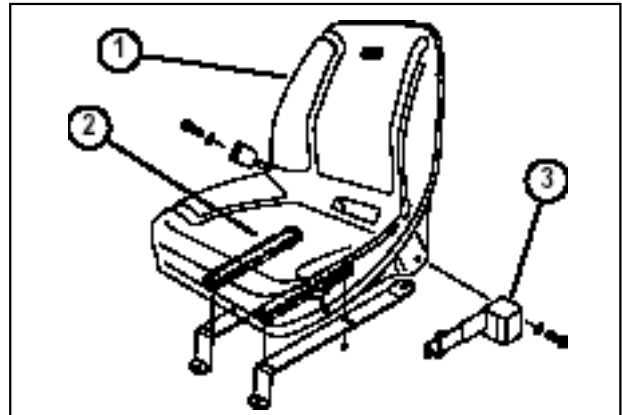

図 5
2. シート・ストラップをシート・アジャスタに取り付ける (図5: 標準シートの場合にはフランジ・ナット4個を使用、デラックス シートの場合はキャップスクリュー、平ワッシャ、フランジ・ナット各4個を使用、いずれもシート・キットの付属部品)。
3. 座席左右の穴に、それぞれシートベルトを取り付ける (図5: 標準シートの場合にはボルト2本とロックワッシャを使用、デラックス シートの場合はボルト2本とロックナットを使用)。必要な金具はすべて座席に付属している。